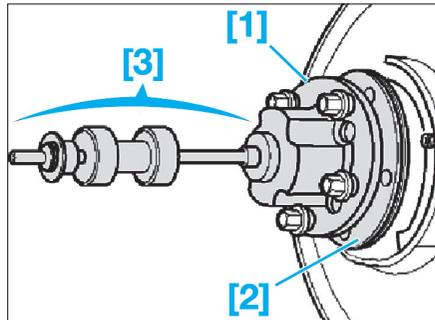

Fig. 56
- Dégager le moyeu du roulement de roue à l'aide des outils [1], [2], [3] et de 5 vis de roue (Fig.56).